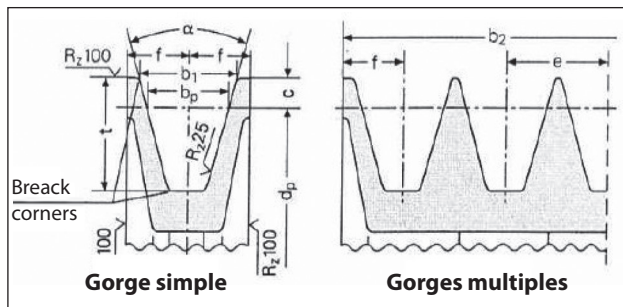

Fig. 8
- Utiliser des poulies pour courroies trapézoïdales avec les dimensions de la gorge prescrites/conseillées par le constructeur de la courroie utilisée. En l'absence de consignes, consulter la Fig. 8 et le tableau Fig. 9.